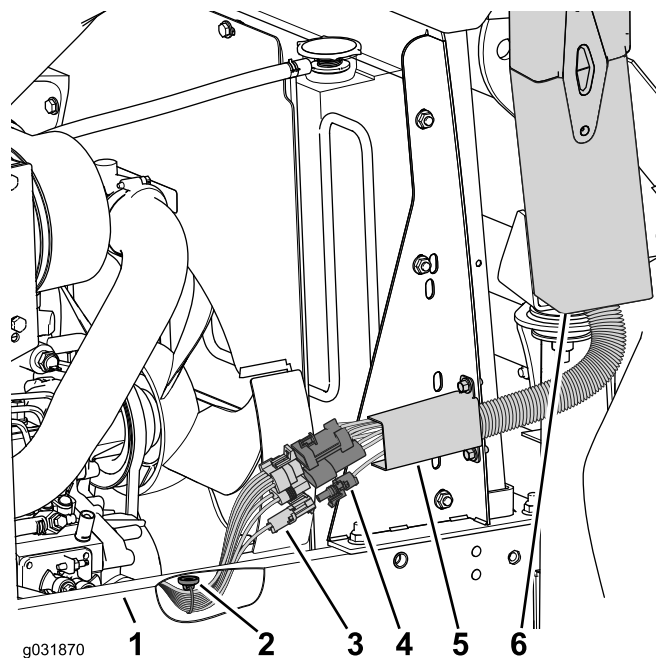

図 53
4. フレームの下側にマグネットマウントをセットする 図 53。
5. 車両からのワイヤハーネスを、キャブのワイヤハーネスに接続する 図 53。